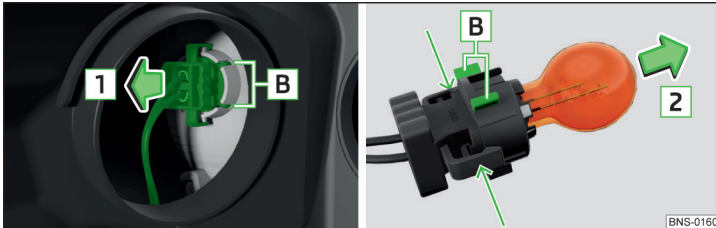

Abb. 370 Glühlampe für Blinklicht vorn wechseln
- › Die Fassung mit der Glühlampe mit Wackelbewegungen in Pfeilrichtung **1** » Abb. 370 herausziehen.